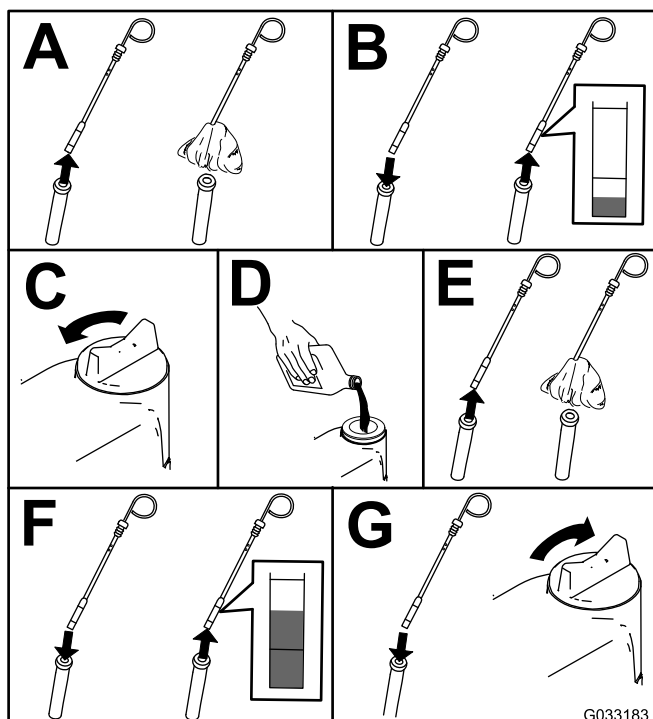

Figura 48
2. Controllate il livello dell'olio motore (Figura 48).